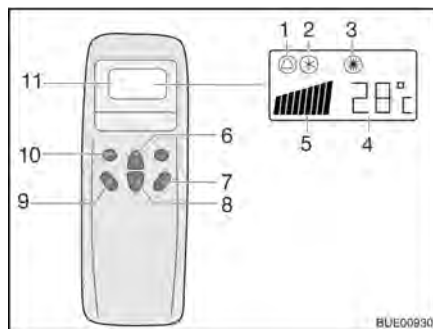
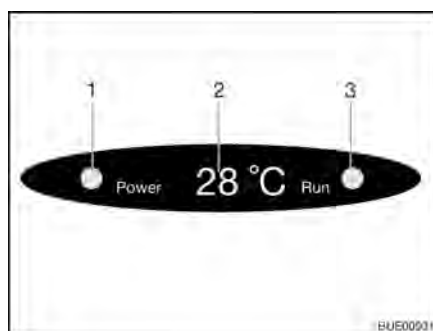

Fig. 127 Télécommande
Fig. 128 Affichage sur le diffuseur
- Appuyer sur la touche "ON/OFF" (Fig. 127,7).
- Appuyer sur la touche "Mode" (Fig. 127,10) autant de fois que nécessaire pour que le mode de fonctionnement souhaité (Fig. 127,1, 2 ou 3) s'affiche à l'écran. Le voyant de contrôle correspondant s'allume sur l'écran du diffuseur (Fig. 128,3).
- Régler la température souhaitée avec les touches d'augmentation de la température (Fig. 127,6) ou de diminution de la température (Fig. 127,8).
- Sélectionner le niveau de ventilation souhaité à l'aide de la touche de vitesse du ventilateur (Fig. 127,9).